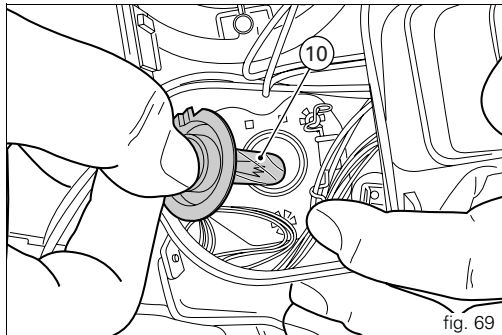

fig. 69
Enlever l'ampoule grillée (10) et la remplacer par une ampoule neuve, en veillant à ne pas toucher la partie transparente (fig. 69).